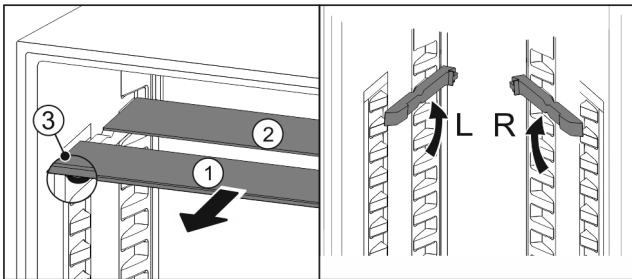

Fig. 105
- ▶ Издърпайте Fig. 105 (1) поотделно стъклените плочи напред.
- ▷ Стъклената плоча Fig. 105 (1) с декоративната лайсна е отпред.
- ▷ Ограничителите Fig. 105 (3) сочат надолу.